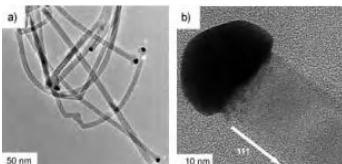

Рис. 3.
**6.** Объясните, почему вещество  $Y$  в указанных на схеме 1 условиях формируется в виде «нанопроводов» (рис. 3)? (1 балл)